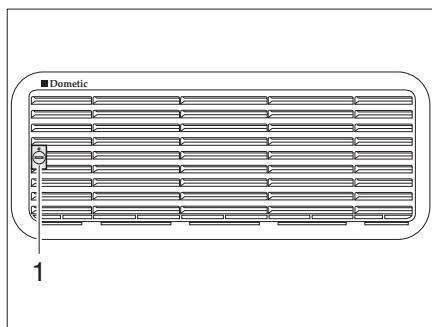
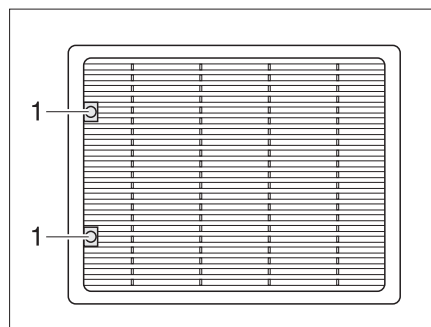

Fig. 347 Griglia di aerazione del frigorifero (Dometic piccolo)
Fig. 348 Griglia di aerazione del frigorifero (Dometic grande)
- Con l'ausilio di una moneta ruotare la vite (Fig. 347,1 o Fig. 348,1) di un quarto di giro.